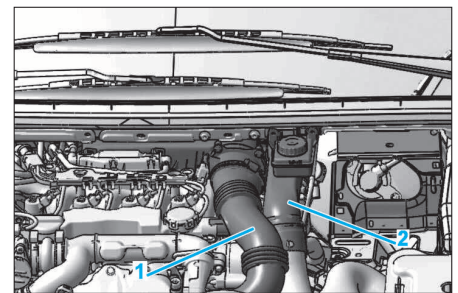

FIG. 49
- le raccord d'entrée d'air du turbo (1) (Fig.49)
- la durit (2) d'admission d'air.